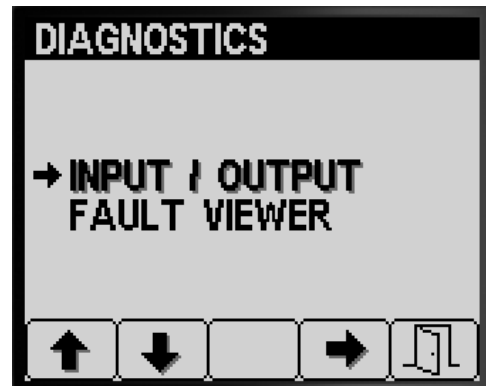

图 84
1. 在 Diagnostics 诊断屏幕上按 1 号或 2 号按钮直至到达 INPUT/OUTPUT 输入/输出选项 图 84。
2. 按 3 号按钮可选择 INPUT/OUTPUT 输入/输出条目 图 84。
- 按 5 号按钮退出 INPUT/OUTPUT 输入/输出屏幕然后返回至 DIAGNOSTIC 诊断屏幕图 84。